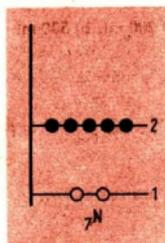

Abb. 5 Energieniveauschema der Atomhülle des Stickstoffatoms
Stickstoff hat die Kernladungszahl 7. Stickstoffatome besitzen im Kern 7 Protonen und eine unterschiedliche Anzahl Neutronen. So sind beispielsweise die Isotope $^{14}_7\text{N}$ und $^{15}_7\text{N}$ bekannt. In der Atomhülle befinden sich 7 Elektronen. Sie sind in 2 Schalen, also auf 2 Energieniveaus, angeordnet (Abb. 5). ①